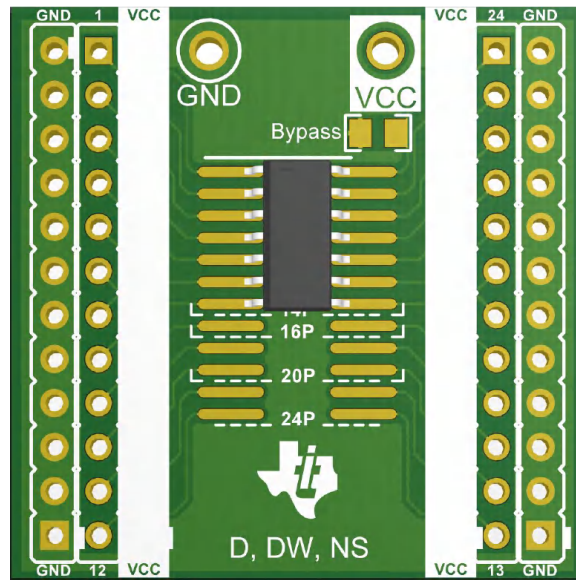

图 2-2. 采用 D 封装的 14 引脚器件
3. 确保器件的 V_{CC} 引脚连接到旁路电容器。如果器件的引脚 1 连接到该空间的引脚 1，则连接正确。图 2-2 显示了采用 D 封装的 14 引脚器件正确放在该 EVM 上的示例。